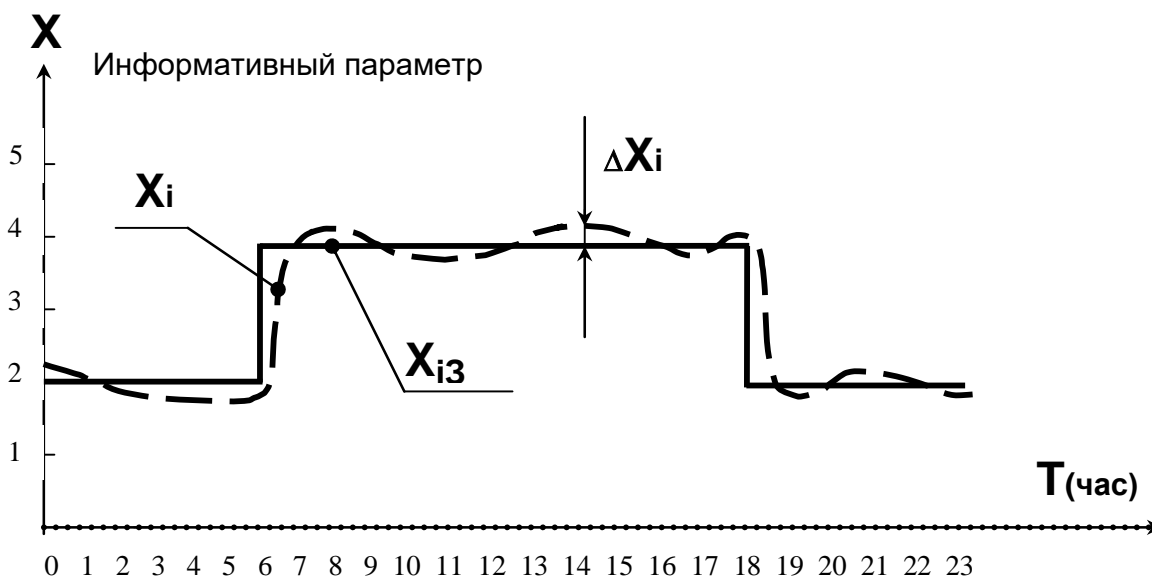

Рис. 5.5
5.7.3. На основе анализа величины  $\Delta X_i$ , равной разности реально измеренных значений  $X_i$  и заданных значений  $X_{iz}$ , формируется значение выходного сигнала  $Y_i$  управляющего регулирующим клапаном. Регулирующий клапан оказывает на объект регулирования воздействие  $Z(Y_i)$  таким образом, чтобы свести величину  $\Delta X_i$  к нулю (см. график на Рис. 5.5.)